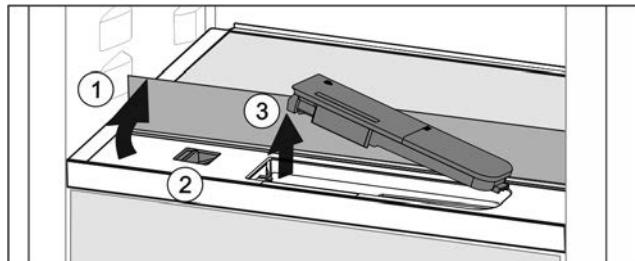

Fig. 48
- Поднять стеклянную панель и откинуть до упора назад Fig. 48 (1).
- Сдвиньте ползунок Fig. 48 (2) влево.
- Вынуть бак для воды Fig. 48 (3).